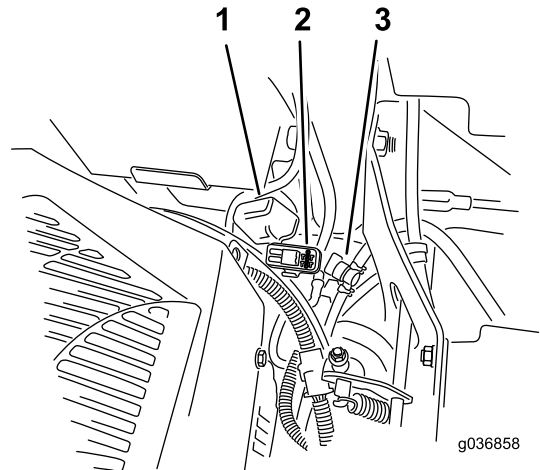

Figura 76
Nota: En máquinas MyRide, asegúrese de que el cable de tierra no roza contra el brazo arrastrado ni contra el soporte inferior del amortiguador (Figura 76).
Los fusibles están situados en la consola de la derecha, junto al asiento (Figura 76).
2. Instale un fusible nuevo (Figura 76).